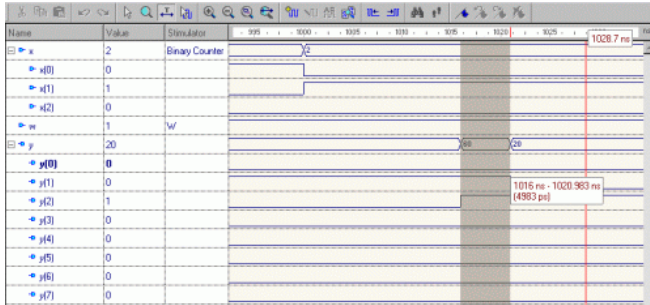

Рисунок 5.4 – Вимірювання часових інтервалів
Виконаємо компіляцію нашого проекту. Для цього можна натискувати клавішу <F11> або кнопку *Compile*  панелі інструментів. На рис. 5.4 показані кнопки запуску компіляції і результат компіляції VHDL-проекту. Якщо при складанні програми були допущені помилки, повідомлення про них можна побачити у вікні **Console**.
6.4 Під час моделювання можна помітити, що сигнали перемикаються неодноразово. Цей ефект називається **гонкою сигналів**. Редактор часових діаграм має необхідні інструменти для докладного вивчення часових діаграм. Наприклад, кнопкою **Zoom in**  можна збільшити масштаб відображення, а натискання кнопки **Measurement Mode** , вмикає режим вимірювання часових інтервалів. На рис. 5.4 показаний приклад вимірювання часу встановлення сигналу.